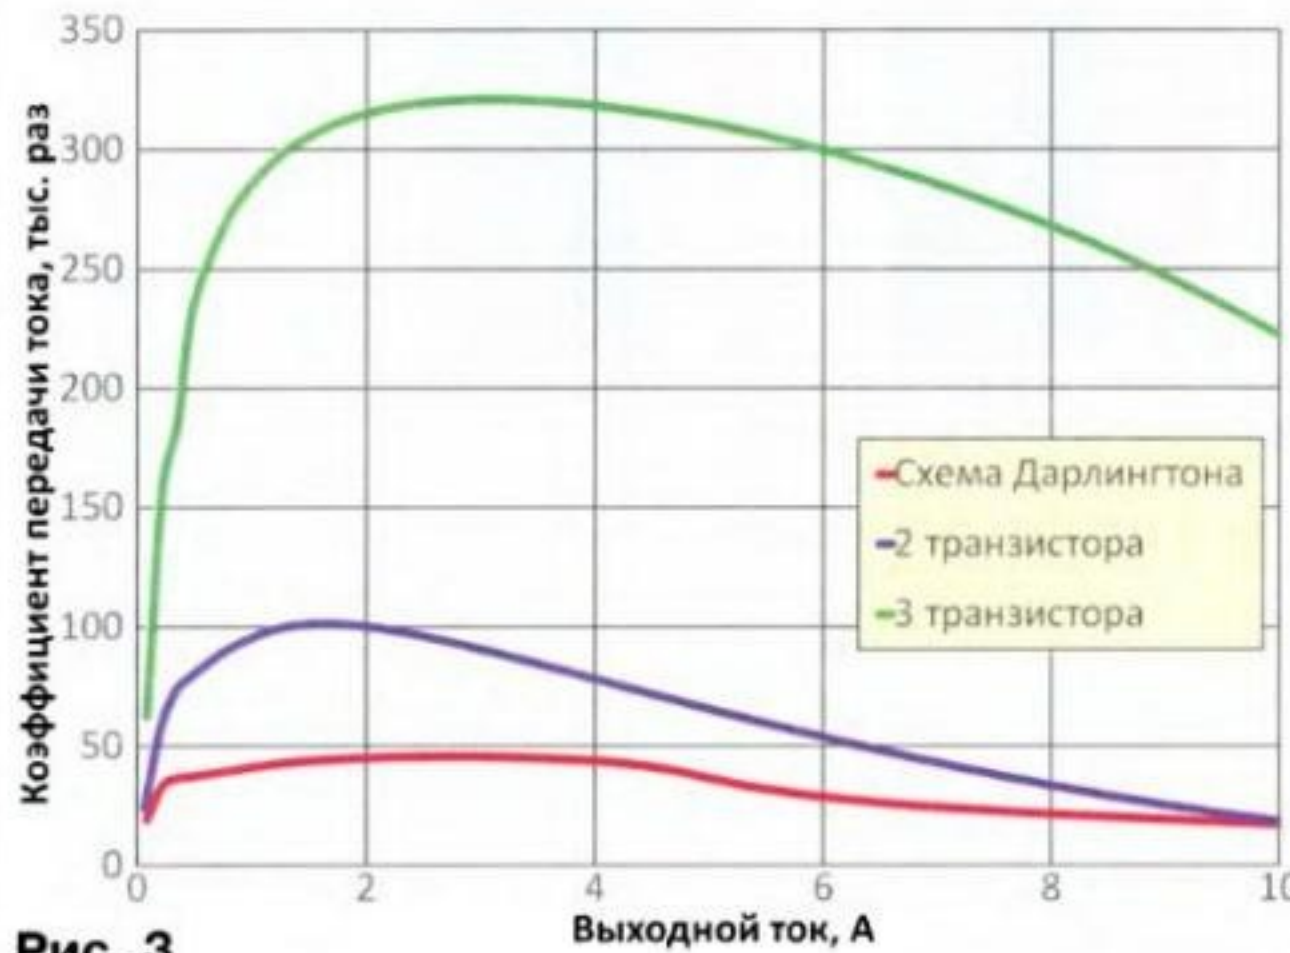

Рис. 3
Для начала рассмотрим значение общего коэффициента передачи тока, получившегося у выходного каскада каждой структуры (рис. 3). Из рисунка видно, что коэффициент передачи тока очень сильно зависит от выходного тока. И если снижением этого параметра при малых токах можно пренебречь (так как и выходной ток в числителе формулы (2) становится малым), то при больших токах снижение коэффициента передачи весьма ощутимо. Коэффициенты передачи тока в ВК на транзисторах Дарлингтона и двухступенчатого